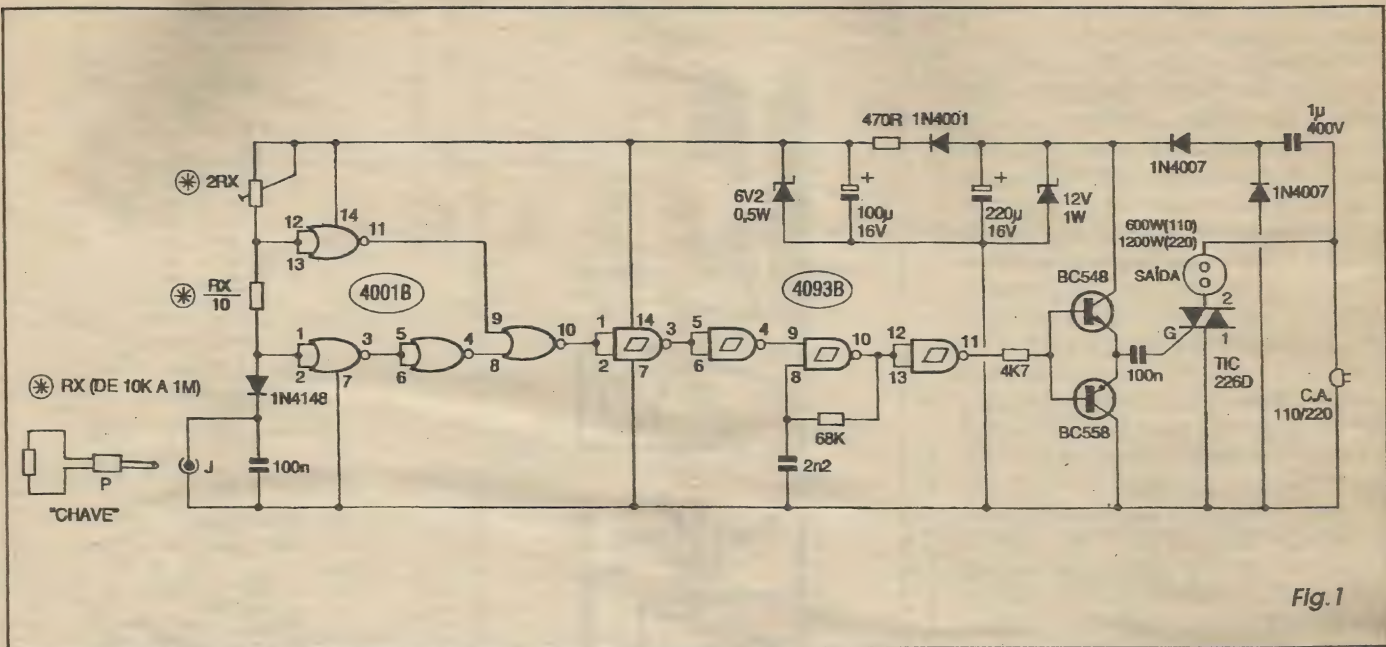

Fig. 1
- **FIG. 1 - DIAGRAMA ESQUEMÁTICO DO CIRCUITO** - O *esquema* mostra a surpreendente simplicidade do circuito, incluindo a própria chave/segre~~do~~, consubstanciada num mero resistorzinho (valor entre 10K e 1M) inserível através de um pequeno plugue universal (P2). Desde já é importante notar que atribuímos a notação **R_x** para o resistor/chave, cujo valor está obrigatoriamente relacionado com os de outros dois componentes do circuito: **R_x/10** e **2R_x**, respectivamente representados por um outro resistor fixo, interno, e por